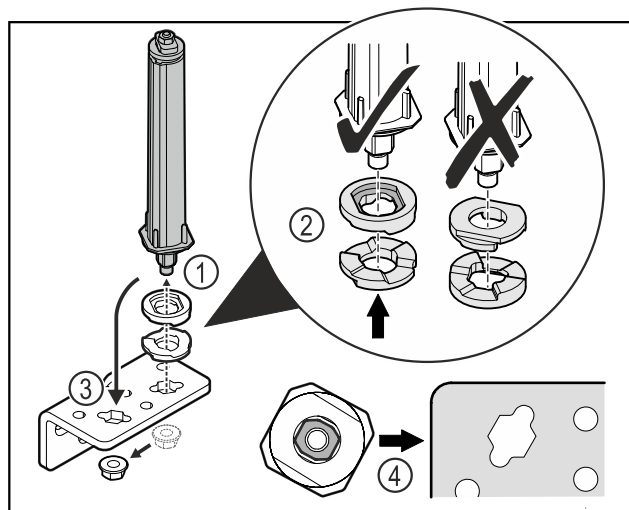

Fig. 40
- ▶ Odkręcić nakrętkę i wyjąć system blokujący drzwi Fig. 40 (1).
- ▶ Zwracać uwagę na prawidłowe ustawienie podkładek do regulacji wysokości Fig. 40 (2).
- ▶ Przełożyć system blokujący drzwi w zawiasie i zamocować nakrętką Fig. 40 (3).
- ▶ Przy wkładaniu zwracać uwagę na prawidłowe ustawienie systemu blokującego drzwi Fig. 40 (4).